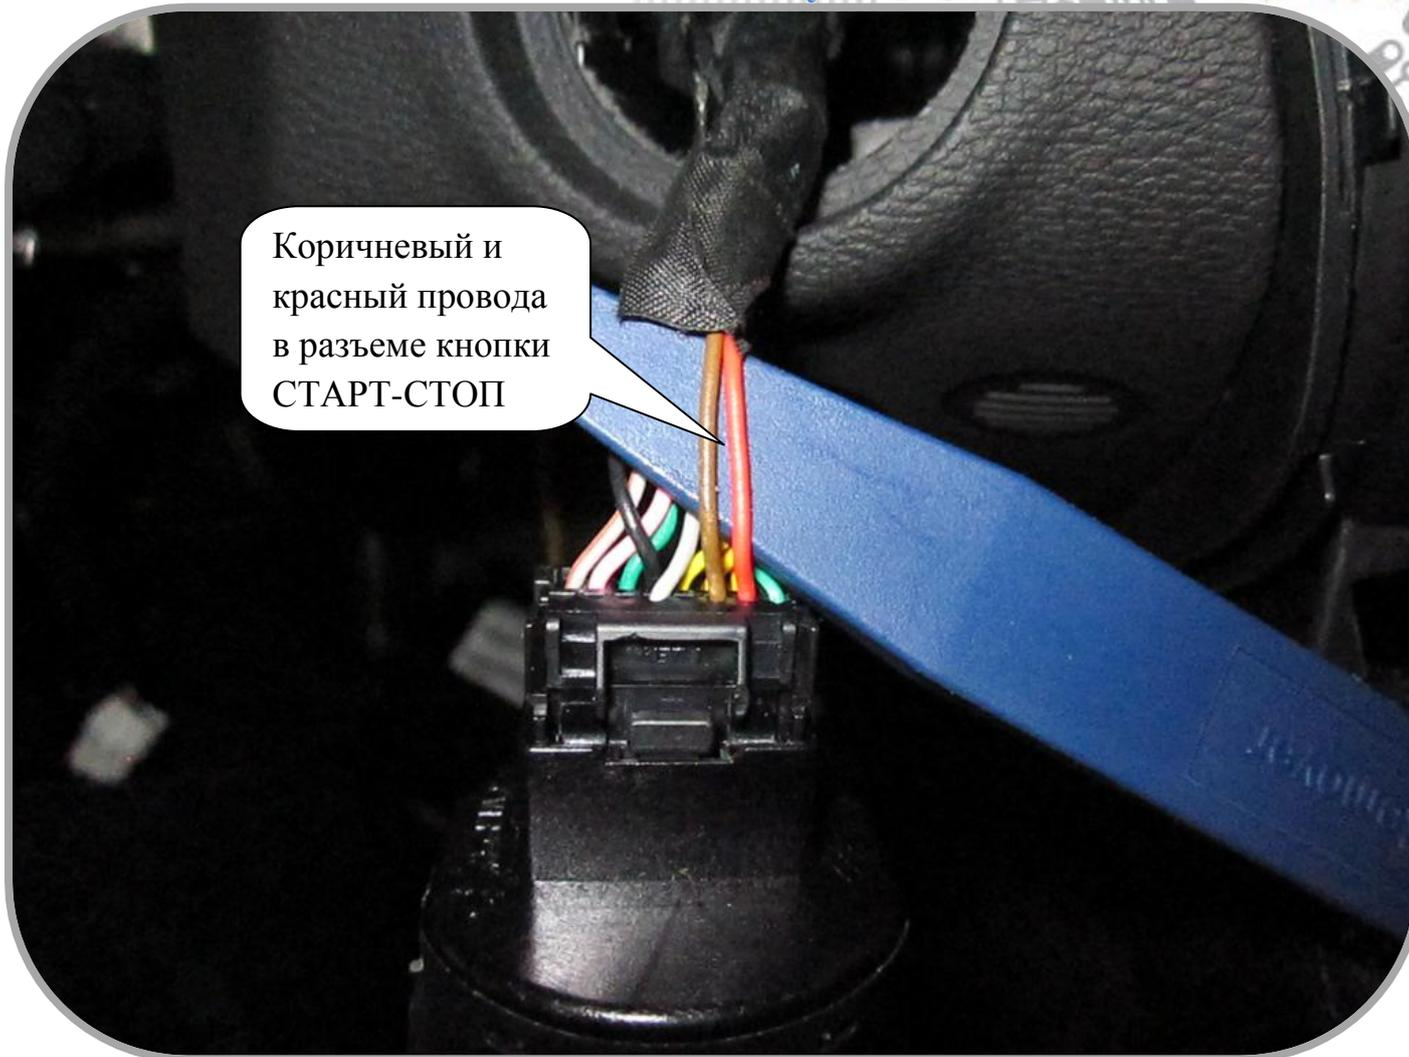

Рис.3 Расположение проводов кнопки "Start - Stop" .
- Фиолетовые провода разъема Cn 3 системы Scher-Khan Logicar 4 подключить к коричневому и красному проводу кнопки "Start - Stop". См. рис. 3